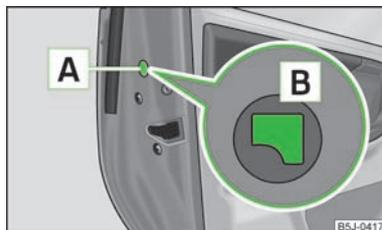

Fig. 13
- Démontez le cache **A** » fig. 13.